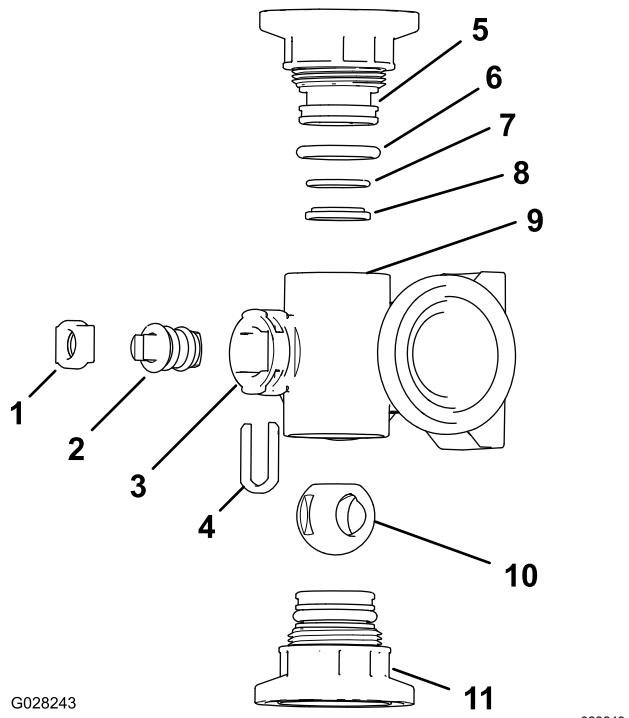
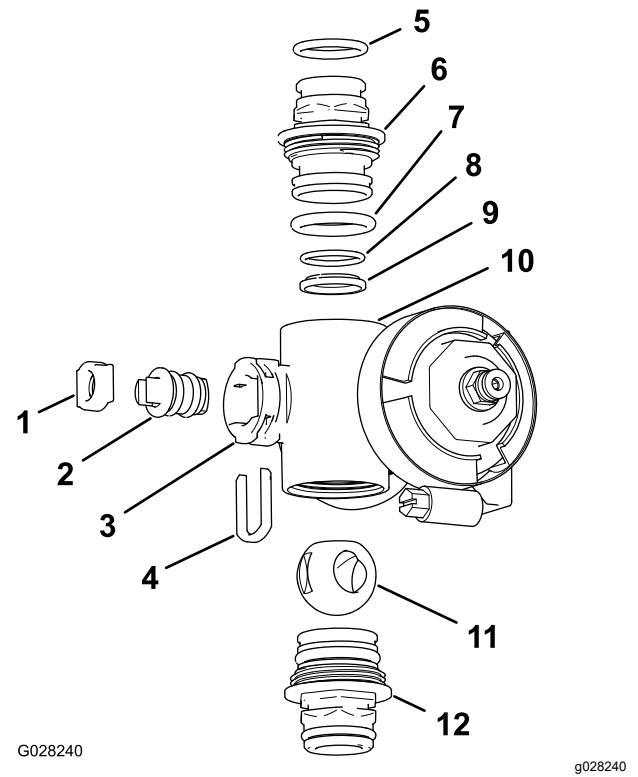

Figure 129
Figure 130
2. Déposez les 2 raccords d'embout à chaque extrémité du corps du collecteur (Figure 129 et Figure 130).
4. Retirez l'étrier de fixation de la tige des fentes de l'orifice de tige du collecteur (Figure 129 et Figure 130).
5. Déposez du collecteur l'étrier de fixation et le siège de la tige (Figure 129 et Figure 130).
6. En passant par le corps du collecteur, déposez la tige de vanne (Figure 129 et Figure 130).
- Vérifiez l'état et l'usure des joints toriques de raccord de sortie (collecteur de vanne de section seulement), des joints toriques d'embout, des joints toriques de portée arrière et du siège de la bille (Figure 129 et Figure 130).
- Appliquez de la graisse silicone sur la tige de la vanne et insérez-la dans le siège (Figure 129 et Figure 130).
- Placez la tige et le siège dans le collecteur et fixez-les à l'aide de l'étrier (Figure 129 et Figure 130).
- Vérifiez que le joint torique de portée arrière et le siège de la bille sont correctement alignés et engagés dans le raccord d'embout (Figure 129 et Figure 130).
- Montez le raccord d'embout sur le corps du collecteur jusqu'à ce que la bride du raccord touche le corps (Figure 129 et Figure 130), puis tournez encore le raccord d'embout de 1/8 à 1/4 de tour.